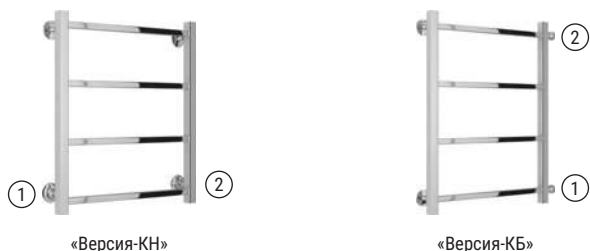

Рис.1
4.1. Схемы стандартного подключения к системе ГВС (рис. 1). Подключение осуществляется по схеме: 1-2, 2-1.